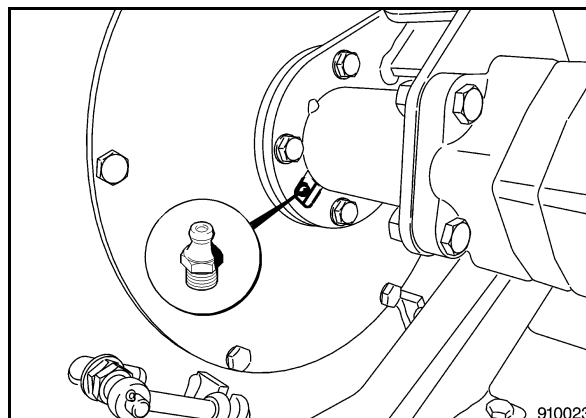

Bild 32
- Schmiernippel der Lagerung Schachtzellenrad (Bild 32) an der linken und rechten Seite reinigen.